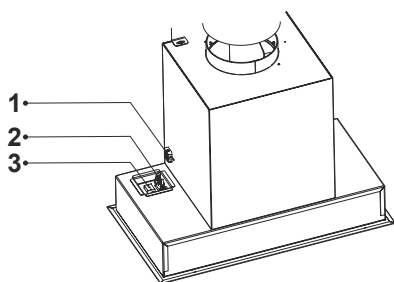

Fig. 13
5. Anslut nu de 3 kablarna från elektronikboxen till fläkten (Fig. 13).